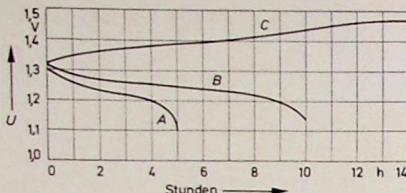

Bild 11. Lade- und Entladekurven einer gasdichten Zelle; A Entladung in 10 h, B Entladung in 5 h, C Ladung in 14 h (nach Leclanche SA)
- geringe Selbstentladung entsprechend Bild 11 (daraus er-gibt sich lange Lagerfähigkeit sowohl geladen als auch un-geladen; braucht nur alle 6 bis 12 Monate geladen zu werden);